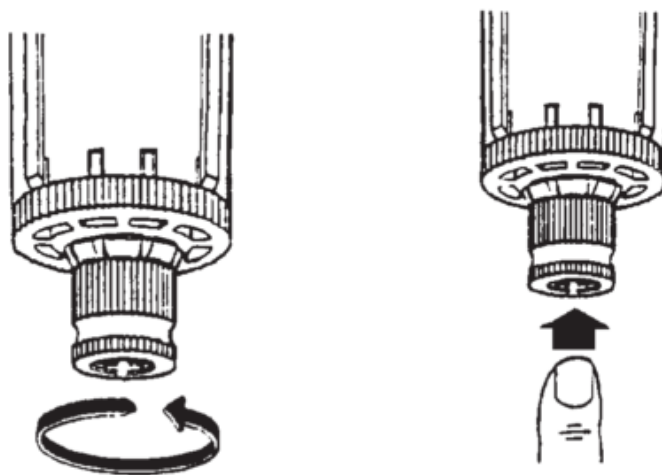

Abb. 15: Ablassen Kondenswasser aus Filter/Druckregler
- ♦ Lassen Sie das Kondenswasser aus dem Filter/Druckregler (Abb. 15:). Dabei muss der Tank unter Druck stehen.
- ◆ Lassen Sie das Kondenswasser aus dem Filter/Druckregler (Abb. 15:). Dabei muss der Tank unter Druck stehen.
- ◆ Lassen Sie das Kondenswasser aus dem Filterdruckminderer (Abb. 15:). Dabei muss der Tank unter Druck stehen.